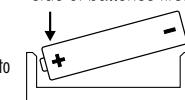

Figure 2
2. Install the batteries positive (+) side first (see Figure 2).
2. Insérez le côté positif (+) des piles d'abord (voir Figure 2).